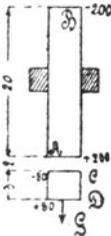

Fig. 46.
127. Ein Stabmagnet von 20 [30] (40) cm Länge, dessen Enden je 200 [800] (1000) (c, g, s) Einheiten magnetischer, entgegengesetzter Mengen enthalten, ist in vertikaler Lage festgeklemmt. In derselben Vertikalen wird ein Magnet von 3 [4] (5) cm Länge, dessen Enden die magnetischen Mengen ± 80 [100] (200) (c, g, s) besitzen, in einem Abstand von 2 [1,5] (0,8) cm schwebend erhalten. Wie groß ist das Gewicht des unteren Magneten? (Fig. 46.)